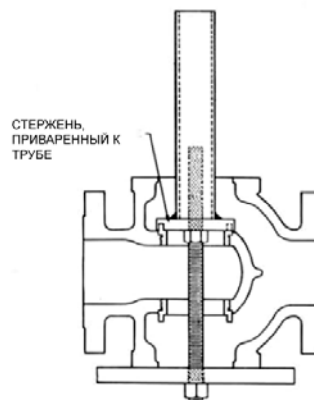

Рисунок 3
Резьбовые кольца седла (15 и 16) герметично устанавливаются производителем, и после нескольких лет эксплуатации часто возникают проблемы с их демонтажем. Для облегчения демонтажа можно изготовить ключи для снятия колец седла, устанавливаемые на выступы колец седла и адаптированные под ударный ключ (см. рис. 3). Если кольцо не удаляется обычными средствами, следует использовать нагревание или проникающее масло.
- C. Установите и затяните кольца седла с помощью ранее изготовленного ключа, который использовался для демонтажа. (см. рисунок 3).